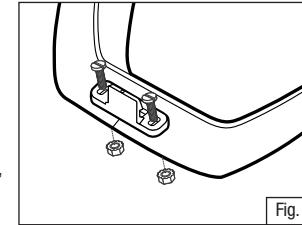

Fig. 3
6. Prenda a trava à moldura usando parafusos e porcas adequadas que não atrapalhem o funcionamento da trava. Mova a trava a um lado para outro até atingir o montante de ajuste desejado a fim de manter a moldura de ampla visão posicionada. Aperte os dois conjuntos de parafuso/porca. (Fig. 3)